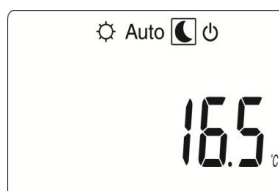

Fig. 14
- 1) druk op de toets (▶) totdat het symbool  voor beperkte werking wordt geselecteerd, zie Fig. 14;